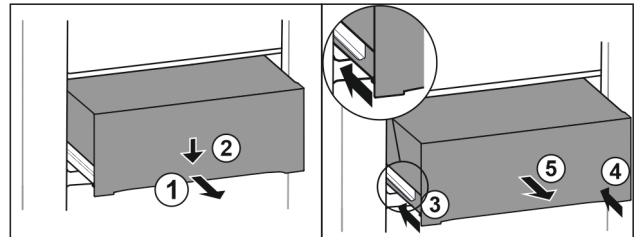

Fig. 138
- ▶ Витягніть ящик на половину. Fig. 138 (1)
- ▶ Спрямуйте висувний ящик вниз спереду. Fig. 138 (2)
- ▶ Вставте ліву рейку приблизно на 2 см. Fig. 138 (3)
- ▶ Вставте праву рейку приблизно на 2 см. Fig. 138 (4)
- ▶ Вийняти висувний ящик рухом вперед. Fig. 138 (5)